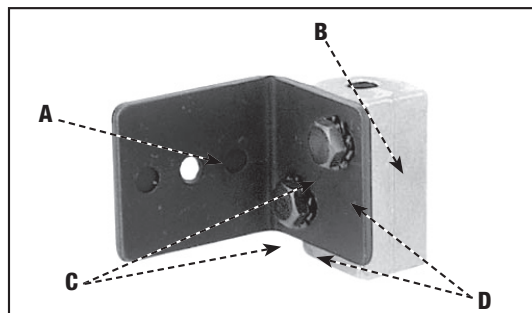

Fig. 9
2. Ajuste la abrazadera para el soporte del separador (A), Fig. 9, a la abrazadera del separador (B) con dos tornillos de cabeza hexagonal de 1/4-20 x 1/2" (C) y dos arandelas de bloqueo de diente externo de 6,35 mm [1/4"] (D).